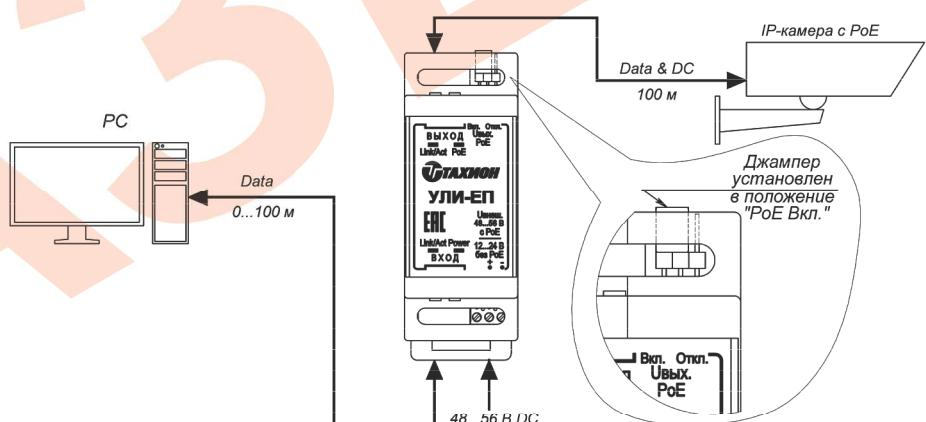
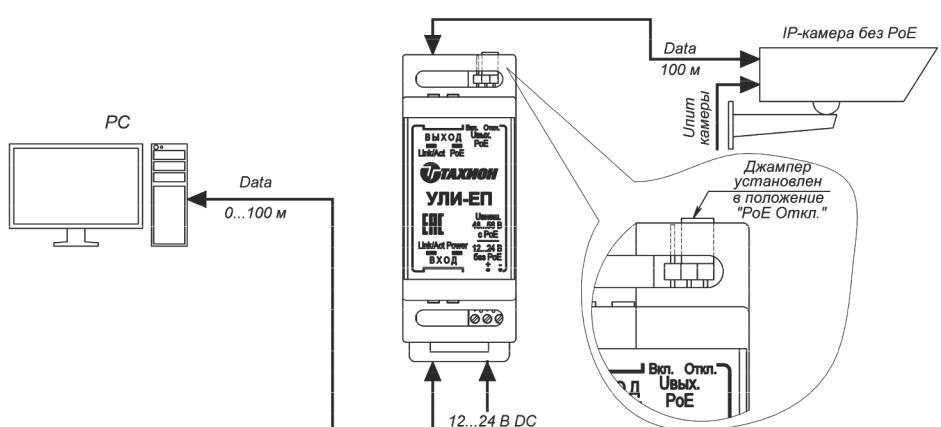

Рис.4 Пример использования УЛИ-ЕП в режиме инжектора PoE.
Рис.5 Пример использования УЛИ-ЕП в режиме ретранслятора.
- 12...24 В. при работе в режиме ретранслятора (джампер в положении «**Откл**», см. рис.5);
8. При необходимости изделие может быть использовано также в качестве ретранслятора сигнала (см. рис.5) или инжектора PoE (см. рис.4).